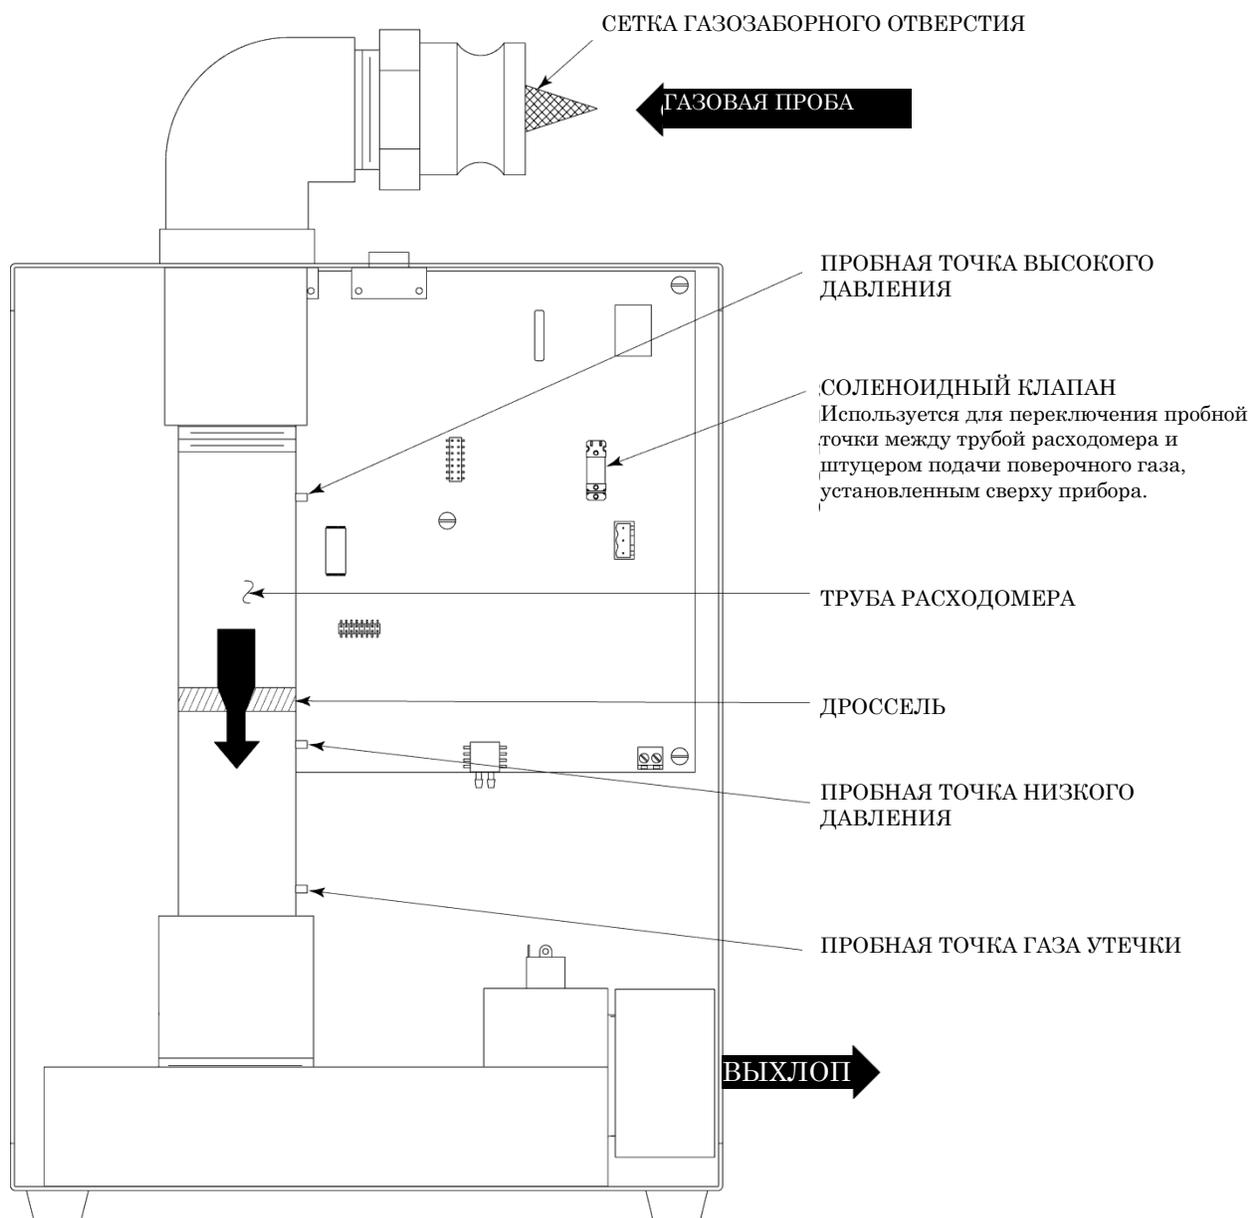

Рис. 4-8. Система потока газа
4. При полностью заряженном блоке батарей измеренный расход должен быть выше 9 куб. футов/мин. Если это не так, выполните следующие действия (см. рис. 4-8 и 4-9):